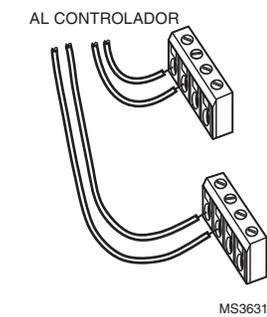

Fig. 6. Options for wiring multiple Sylk devices.
4. Consulte Fig. 6 para conectar los cables de varios dispositivos Sylk.